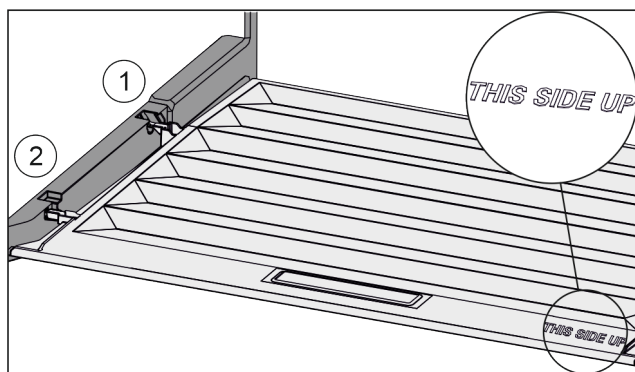

Fig. 97
- ▶ Вставить поперечные ребра крышки через отверстие заднего держателя Fig. 97 (1) и защелкнуть спереди у держателя Fig. 97 (2).